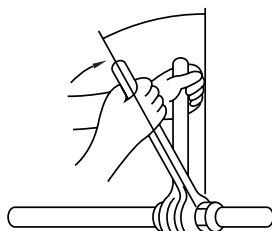

Fig. 5-8
- ① Beispiele für schlechte Ausführung
- Kältemittelöl dünn auf der Sitzfläche des Rohrs auftragen. (Fig. 5-8)